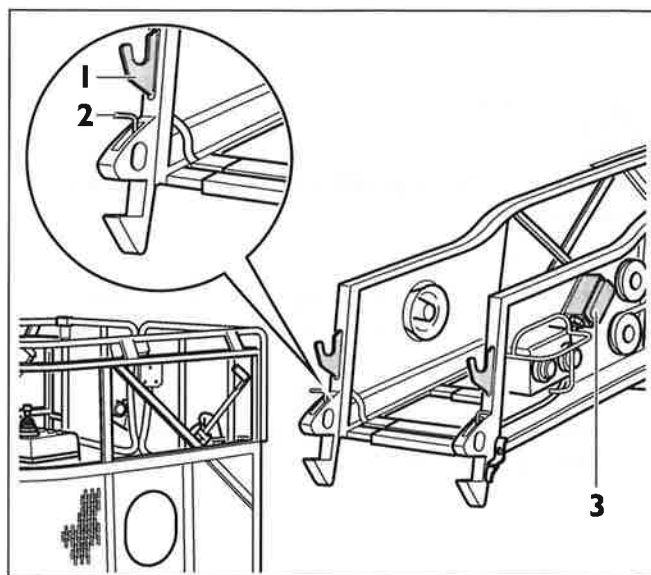

Abb. 69/I Korbaufhängung (Pos. 1), Sperre der Korbaufhängung (Pos. 2), Steckdose für den Übergabestecker des Korbes (Pos. 3).
- Korb mit mindestens zwei Personen anheben und an der Leiterspitze in die Korbaufhängung einhängen (Abb. 69/I, Pos. 1).
- Sicherstellen, daß der Korb auch in den unteren Aufnahmen eingehängt ist und die Sperren auf beiden Seiten einrasten (Abb. 69/I, Pos. 2).
- Übergabestecker des Rettungskorbes mit der Steckdose an der Leiterspitze verbinden und arretieren (Abb. 69/I, Pos. 3).
- Arretierung des Übergabesteckers an der Leiterspitze lösen und Stecker ausstecken (Abb. 69/I, Pos. 3).
- Sperren der Korbaufhängung auf beiden Seiten lösen (Abb. 69/I, Pos. 2).